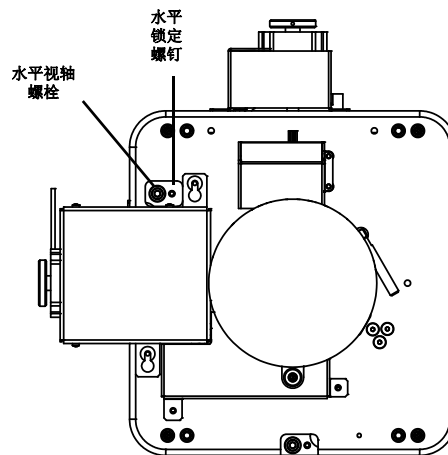
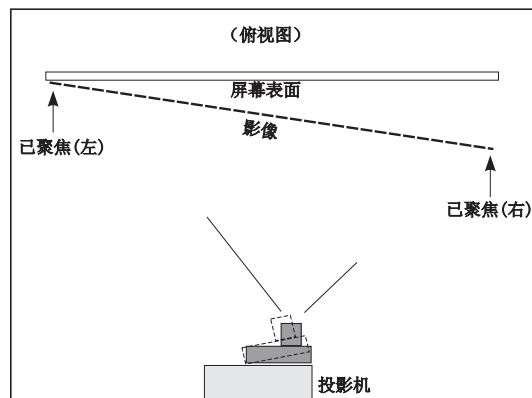

图 2-28 水平视轴
图 2-30 说明视轴未校正的俯视图
1. 水平固定螺栓（水平锁定螺栓）作为固定装置，可在镜头座放好后将其固定到位。在调整视轴之前，请先松开**水平固定螺栓**。请参阅图 2-28。
- a. 如果影像右侧在镜头完全缩回之前完成聚焦，则影像聚焦在屏幕前方。请参阅图 2-30。要纠正这一问题，请调整**水平视轴螺栓**，让镜头座对准或瞄准左侧，以平衡左 / 右边缘。请参阅图 2-28。
7. 调整**水平锁定螺栓**以锁定调整结果。再次检查视轴。请参阅图 2-28。